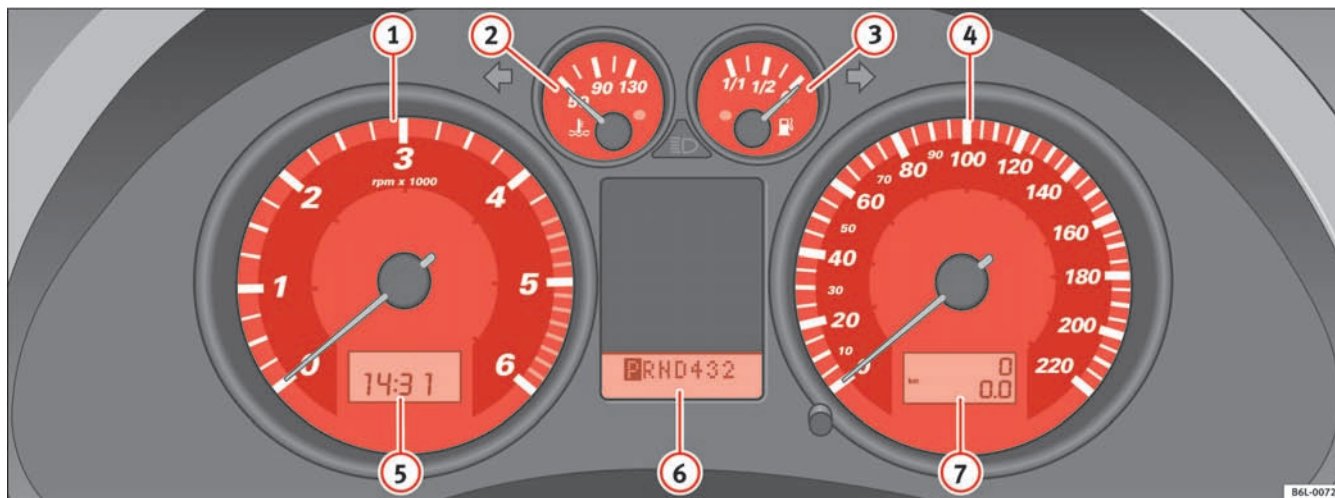

Fig. 31 Udsnit af instrumentpanelet: instrumenter
Begyndelsen af det røde område i omdrejningstælleren ⇒ side 50, fig. 31
- Drej indstillingsknappen ⇒ side 50, fig. 31  helt mod uret for at indstille timerne. Hvis indstillingsknappen drejes et kort øjeblik mod uret, stilles timetallet 1 time frem.